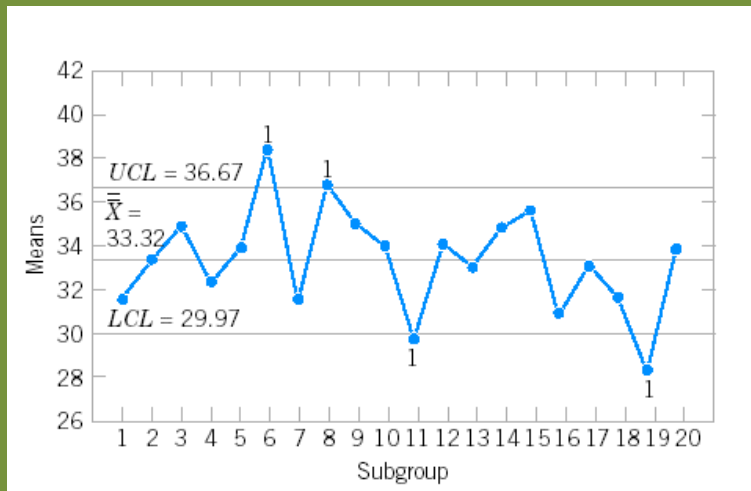

Figura 6.4: Gráfico de control \bar{X} .
- El gráfico de control \bar{X} lo podemos ver en la Figura 6.4.